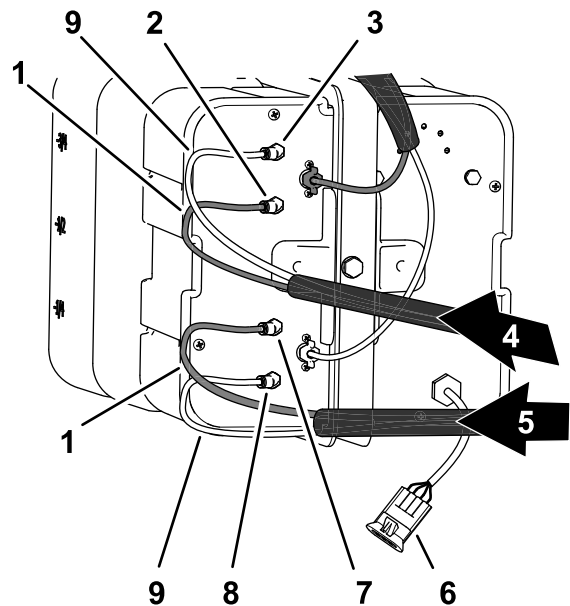

Bild 22
- Verlegen Sie die Schaumschläuche für den rechten Ausleger, wie in **Bild 22** abgebildet.
2. Stecken Sie den durchsichtigen Schlauch in das Luft-Anschlussstück an der Seite der Kompressorplatte (Bild 22).
3. Stecken Sie den blauen Schlauch in das Flüssigkeit-Anschlussstück an der Seite der Kompressorplatte (Bild 22).
4. Verlegen Sie die Schaumschläuche für den linken Ausleger, wie in Bild 22 abgebildet.
5. Stecken Sie den durchsichtigen Schlauch in das Luft-Anschlussstück an der Seite der Kompressorplatte (Bild 22).
6. Stecken Sie den blauen Schlauch in das Flüssigkeit-Anschlussstück an der Seite der Kompressorplatte (Bild 22).